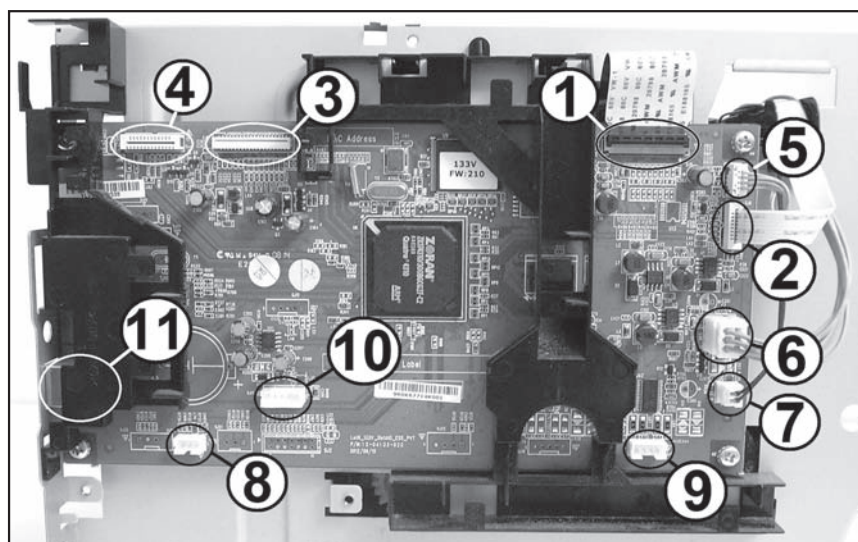

Рис. 1
- SJ9 — шлейфа светодиодной линейки блока ксерографии (1 на рис. 1);
- SJ8 — шлейфа платы коммутации (2);
- SJ6 — шлейфа панели управления (3);
- SJ5 — шлейфа сканирующей линейки каретки сканера (4);
- SJ911 — платы коммутации (5);
- SJ1 — платы источников питания (6);
- J66 — жгут от разъема, расположенного на выключателе питания МФУ (7);